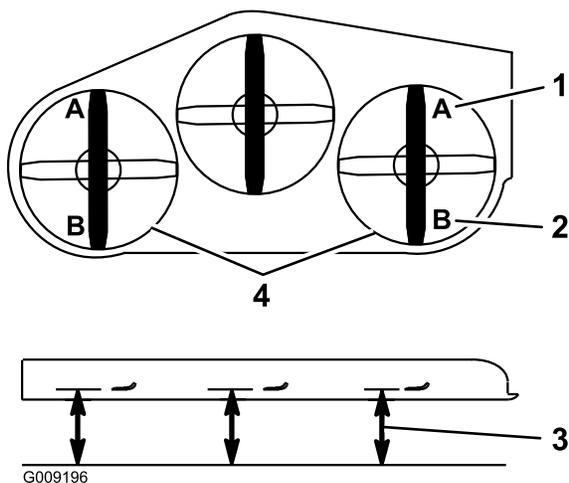

Figura 86
9. En ambos lados de la carcasa, mida desde la superficie nivelada hasta la punta delantera de la cuchilla (Posición A). La medida debe ser de 7,6 cm (3 pulg.) (Figura 86).
15. En ambos lados de la carcasa, mida desde la superficie nivelada hasta la punta trasera de la cuchilla (Posición B). La medida debe ser de 8,3 cm (3-1/4 pulg.) (Figura 86).